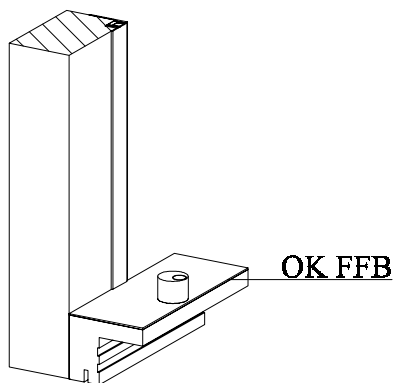

Bild 1.1 Niveau OK FFB mit Schwelle
1.03 Beim setzen des Türstockes an die Wandöffnung mit Kunststoff- Schwelle (3) wird ein Bodeneinstand von ca. 100 mm benötigt. Die Oberkante des CNS- Schwellenbleches ist bündig zu setzen mit der Oberkante des Fertigfußboden. **Bild 1.1**